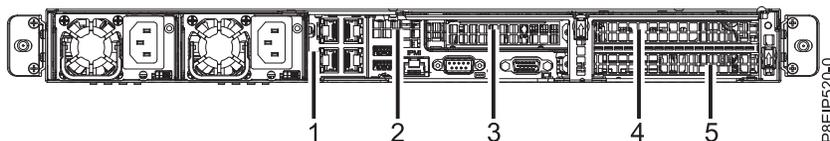

Abbildung 32. Positionen der PCIe-Adapter - System vom Typ 8001-12C
2. Die PCIe-Riserkarte eines Adapters kann gemeinsam mit anderen Adaptern genutzt werden. Kennzeichnen und entfernen Sie alle Kabel und Netzstecker, die aus den Adaptern herausragen. Siehe Abb. 32.